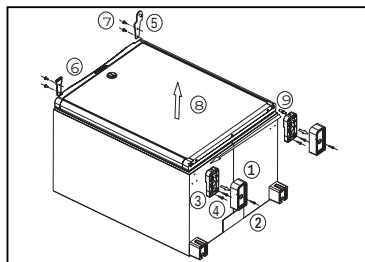

Figure 13.
8. Inversione del senso di apertura della porta (fig. 13.)